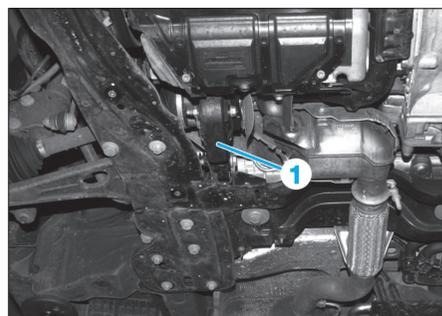

Fig. 66
- la biellette anticouple inférieure (1) (Fig.66).